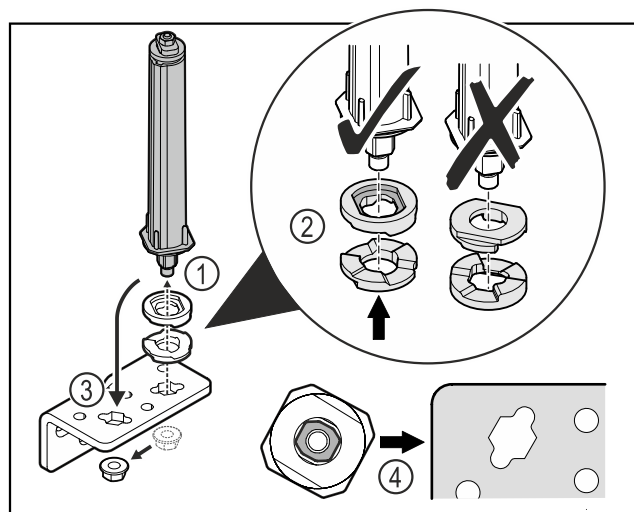

Fig. 47
- ▶ Oldja ki az anyát, és távolítsa el az ajtózáro rendszert Fig. 47 (1).
- ▶ Ügyeljen a magasságállító alátétek helyes beigazítására Fig. 47 (2).
- ▶ Helyezze át az ajtózáro rendszert a zsanéridombban, és rögzítse az anyával Fig. 47 (3).
- ▶ Behelyezéskor ügyeljen az ajtózáro rendszer helyes beigazítására Fig. 47 (4).